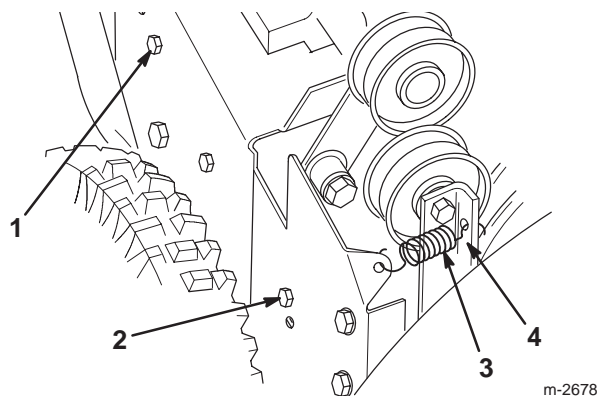

Figure 31
2. Boulon (3)
4. Desserrez le bras de frein de tarière. Pour ce faire, desserrez la dernière vis arrière et retirez la vis avant (Fig. 31).
5. Déposez le ressort de poulie folle (Fig. 31). Laissez le bras de frein pendre librement, mais hors du chemin.
4. Desserrez le bras de frein de tarière. Pour ce faire, desserrez la vis arrière et retirez la vis avant qui fixent l'ensemble bras de frein au châssis (Fig. 31).